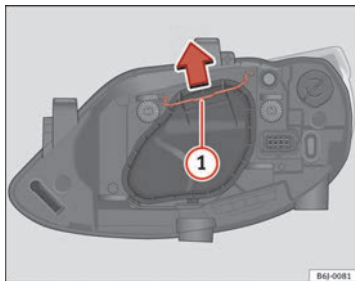

Fig. 145 Médios / máximos farol simples
- Desloque o tirante ⇒ Fig. 145 ① no sentido da seta e puxe a tampa.